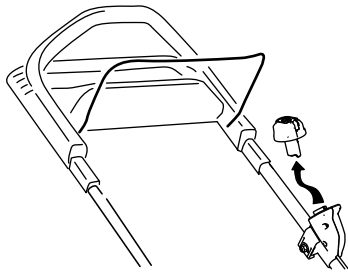

Figure 24
1. Retirez le bouton du démarreur électrique (Figure 24).